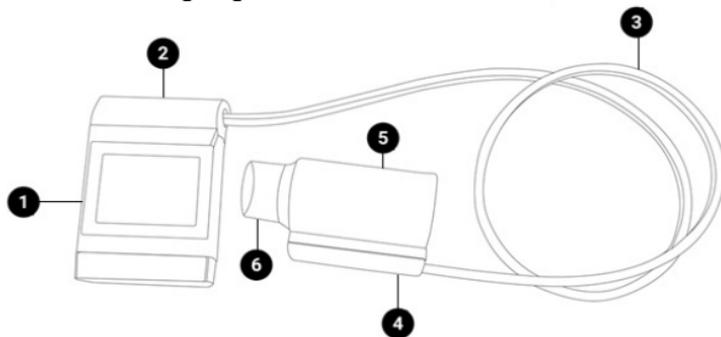

Abbildung 2: micro mit abnehmbarem Messkopf
1. Nehmen Sie den Messkopf vom Hauptgehäuse des Geräts ab, indem Sie ihn fest anfassen und in Richtung des Messkopfkonus (6) schieben.
2. Verbinden Sie den Adapter für den abnehmbaren Messkopf (4) mit der Basis des Messkopfs (5) und verbinden Sie die Geräteabdeckung (2) mit dem Gerät (1).
3. Wickeln Sie den Messkopfschlauch (3) ab und verbinden Sie ein Ende mit der Geräteabdeckung (2) und das andere Ende mit dem Adapter für den abnehmbaren Messkopf (4). Siehe Abbildung 2. Der Schlauch ist kodiert und kann daher nur in eine Richtung angeschlossen werden.